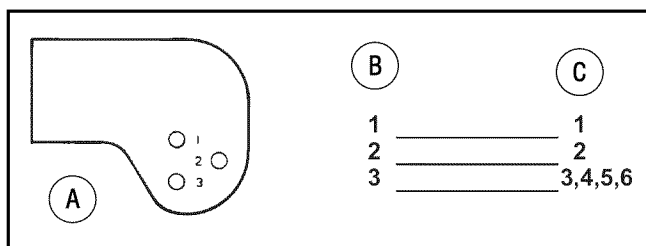

Figura 34: Posiciones del soporte de la rueda de auxilio
3. Observe cada **soporte de la rueda de auxilio**. Hay 3 agujeros en cada soporte y un número próximo a cada agujero. El número de la altura de la posición de corte sobre la **palanca de elevación de cubierta** indica el agujero correcto a utilizar en cada **soporte de la rueda de auxilio** (Figura 34).
4. Instale los pernos del eje a los **soportes de la rueda de auxilio** utilizando el agujero correcto en el soporte según se indicó (Figura 34).
**NOTA:** Simla altura de la posición de corte se modifica mediante la palanca de elevación de cubierta, debe mover las ruedas de auxilio al agujero correcto (Figura 34) a fin de mantener un nivel de corte regular.